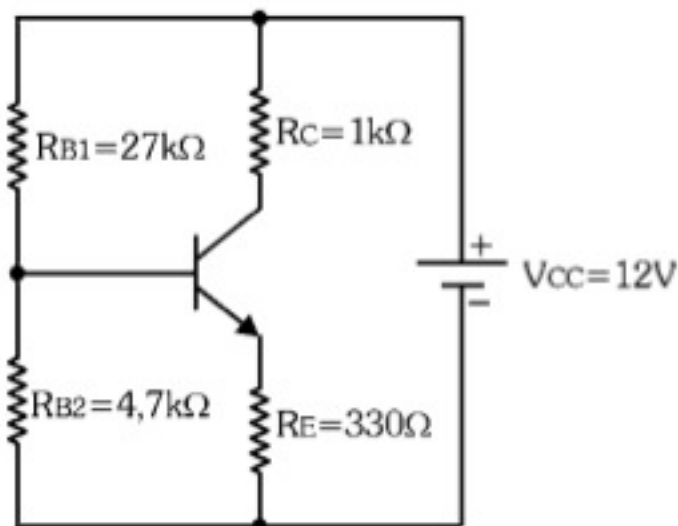
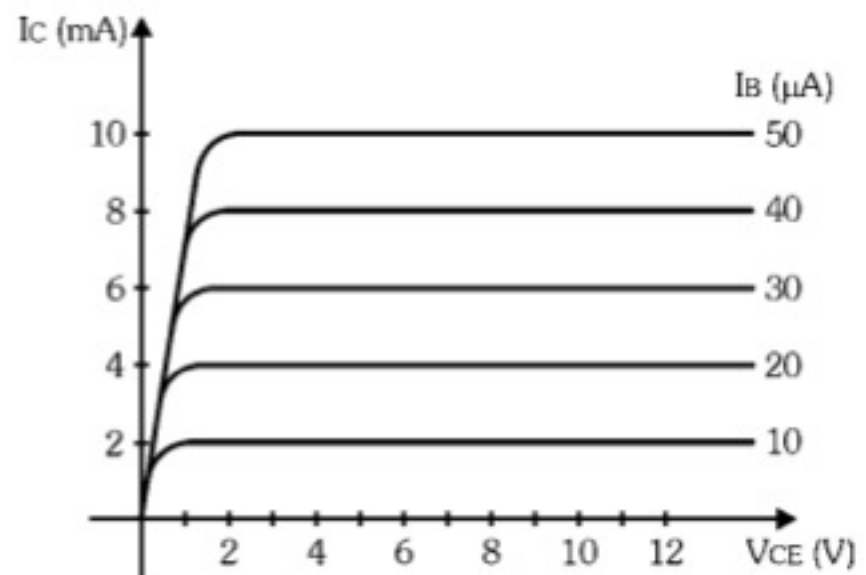

Figura 3.42 - Transistor polarizado por divisão de tensão na base.
Figura 3.43 - Curva característica do transistor.
- 3.4) Considere o circuito da Figura 3.42, a curva característica do transistor dada na Figura 3.43 e determine os valores de  $V_{CE}$  e  $I_C$  quiescentes pelo traçado da reta de carga, sabendo-se que  $I_B = 20\mu A$ .